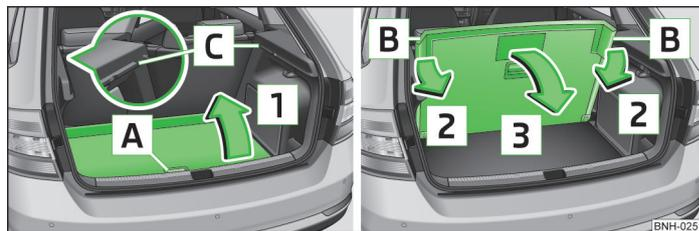

Fig. 75 Ajustar en la posición de estacionamiento / abatir desde la posición de estacionamiento
- Agarrar el suelo de carga variable por el agarradero [A] » fig. 75.
- Presionar sobre las esquinas plegables [B] » fig. 75 situadas a los dos lados del suelo de carga variable en el sentido de la flecha [2] y sacarlas de las posiciones [C].